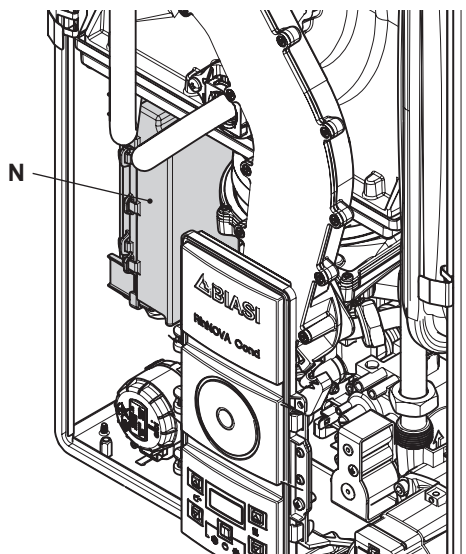

Figura 5.18
- Individuare il coperchio copri morsetteria N (Figura 5.18) ed aprirlo.